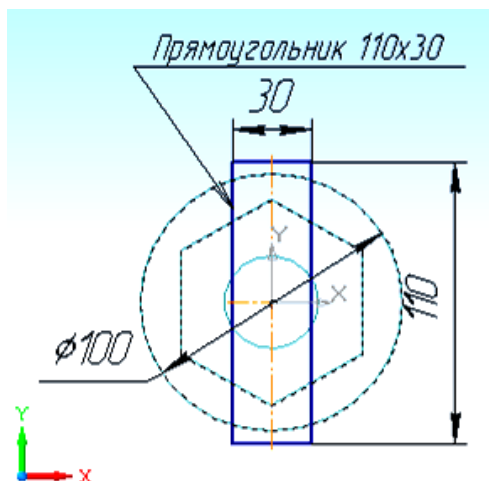

Рис. 3.57. Параметры к выполнению «*Эскиза 4*»
6.1. Выделить верхнее основание цилиндра как плоскость для построения эскиза (рис. 3.57). Включить кнопку **Эскиз** и построить **Прямоугольник**, используя опцию **По центру и точке** с размерами 110 x 30 мм (параллельно оси u задать размер равным 110 мм). Точка центра прямоугольника: $X=0$; $Y=0$.